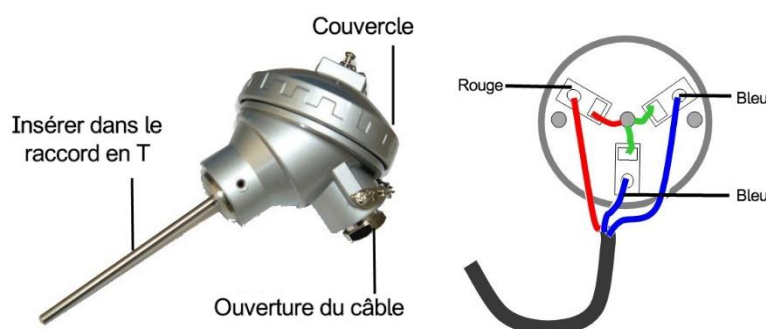

Figure 4 : interfaces du capteur
4. Branchez le câble du capteur au capteur (voir la *Figure 4*) :